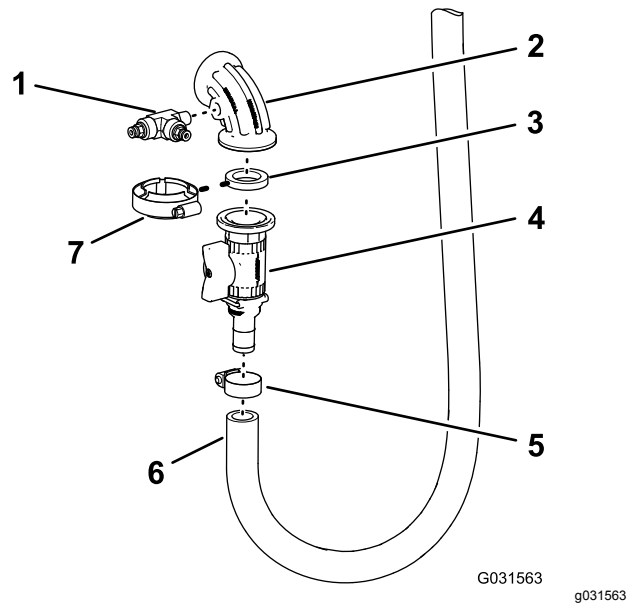

図 184
3. T 字フィッティング 図 184 ステップ 3 ホースとチューブを取り外す \(ページ 12\) で外したもののねじ山部分に PTFE テープを巻く。
4. T 字フィッティングを 90° エルボサイドポート付きに組み付ける 図 184 のように組み付けて手締めする。
5. フランジ付きクランプ使って、サイドポート付き 90° エルボ、ガasket、シャットオフバルブを仮組みする 図 184。
6. シャットオフバルブのバーブ付きフィッティングを、インレットホースに組み付けてクランプ 図 184 これは 4 ホースとチューブを取り外す \(ページ 12\) で外したもので固定する。